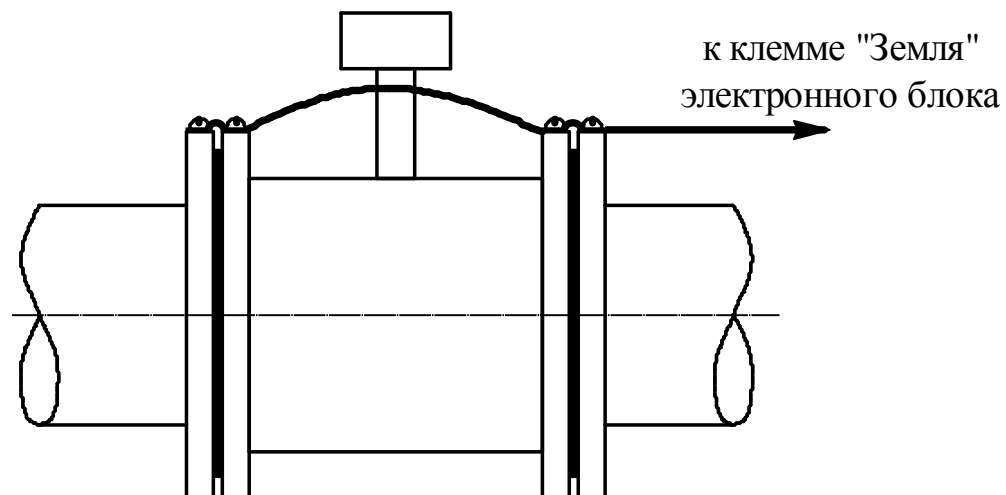

Рис. 6
2.2.2.10. Ответные фланцы трубопроводов и направляющие фланцы должны быть надежно электрически соединены между собой и клеммой «Земля», расположенной на корпусе электронного блока, с помощью провода типа ПВЗ с изоляцией желто – зеленого цвета сечением не менее 2,5 мм2 (см. Рис.6).